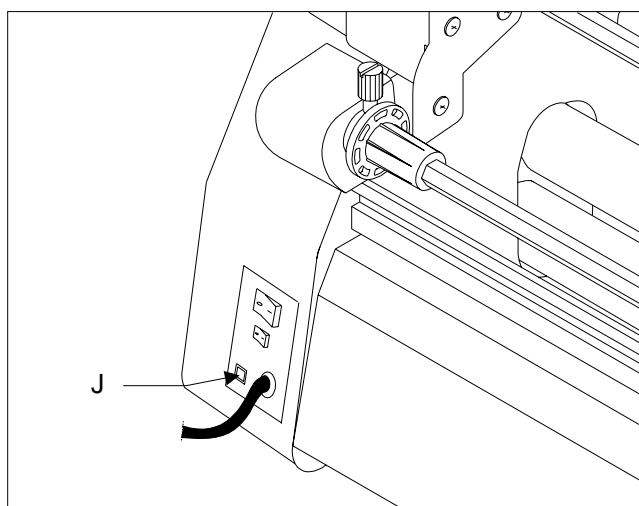

Fig. 5
J. CIRCUIT BREAKER: Electrical safety device, located on the back of the laminator near the power cord, can be reset by the operator if tripped (Figure 5).
J. LEISTUNGSSCHALTER: Elektrische Sicherheitsvorrichtung auf der Rückseite des Laminiergeräts in der Nähe des Anschlusskabels. Kann vom Benutzer wieder zurückgestellt werden, wenn es ausgelöst werden sollte (Abb. 5).
J. CIRCUITONDERBREKER: Dit is een elektrische beveiliging aan de achterzijde van de laminator, vlakbij het netsnoer; kan na een onderbreking worden gereset door de operator (zie afb. 5).
J. COUPE-CIRCUIT: dispositif de sécurité électrique, situé au dos de la plastifieuse, près du cordon d'alimentation ; peut être réinitialisé par l'opérateur après coupure (Figure 5).